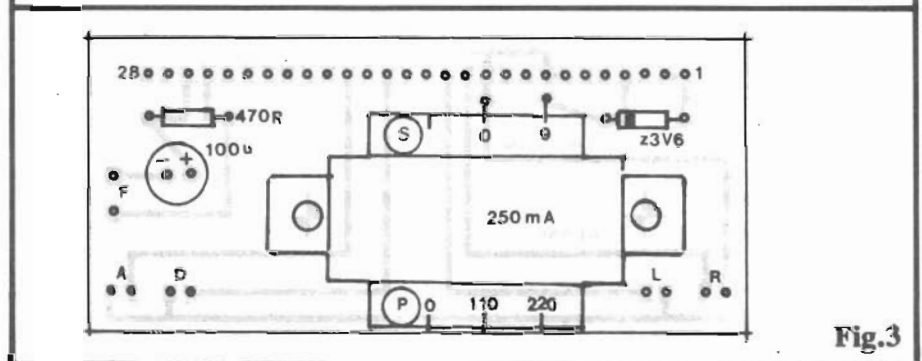

Fig.3
- **FIG. 3 - LAY OUT DO CIRCUITO IMPRESSO ESPECÍFICO** - Em termos puramente "mecânicos", e também na organização posicional dos seus terminais de conexão externa, a placa do projeto se "parece" com a própria placa "mãe" do módulo MA1022 ou MA1023... A idéia é justamente **essa**, de modo a simplificar ao máximo a inter-conexão... Apesar de um certo **rigor** nas medidas e posicionamentos, o **lay out** é muito simples e direto, de fácil execução... A figura mostra o padrão cobreado (em negro, já que as áreas brancas correspondem à superfície do fenolite já "livre" do cobre, após a corrosão...) em tamanho natural (1:1). As duas "cruzetas" no interior da placa demarcam a furação necessária à fixação do transformador do circuito de "apoio"... A linha de ilhas "quadradinhas", espaçadas em 1/10 de polegada (medido de "centro a centro"), para perfeito "casamento" com o módulo híbrido, terá que ser
mente, o ponto mais importante das conexões externas, referem-se ao acoplamento com o módulo MA1022 ou MA1023... Notar que os 28 pontos de ligação (ilhas/furos) existentes tanto na placa quanto no módulo "casam" direitinho... Entretanto, nem todos os pontos são eletricamente aproveitados... Apenas aqueles correspondentes às ilhas cobreadas com real conexão às trilhas (rever fig. 3) **precisam** ser soldados entre si, através de pequenos "L" de fio rígido e nú... Nada impede, contudo, que mesmo ilhas/furos não "eletricamente necessários" sejam também inter-conectados com os "L" de fio, com o que maior rigidez mecânica será concedida ao conjunto... Observar que a face dos **displays** da placa do módulo híbrido deve ficar voltada "para fora" do conjunto... Usando-se fios rígido de calibre 20 a 24 nos "L" de inter-conexão eletro-mecânica, haverá sempre uma certa "flexibilidade" final no conjunto das placas, permitindo um "acerto posicional" para dar ângulo correto à montagem, o que facilitará a acomodação final na caixa escolhida...